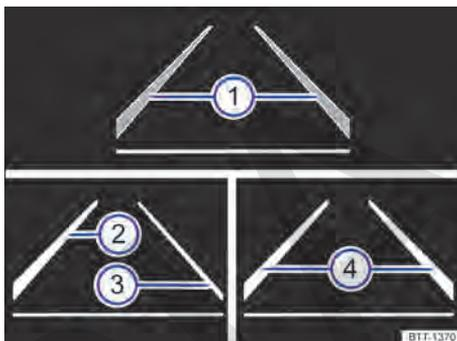

Fig. 147 En la pantalla del cuadro de instrumentos: indicaciones del asistente de aviso de salida del carril.
Indicaciones en la pantalla del cuadro de instrumentos **fig. 147:**
- El sistema ha detectado una línea de delimitación del carril → fig. 147 a ambos lados del vehículo.